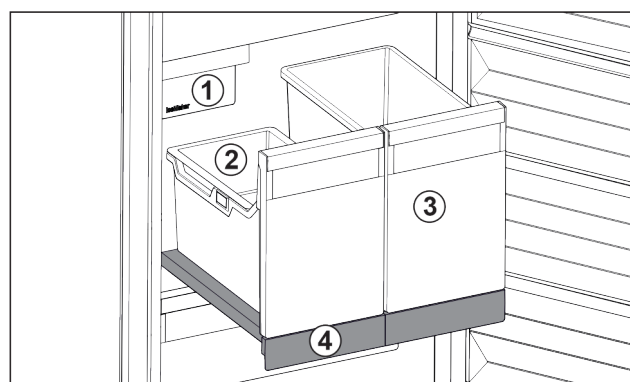

Fig. 99 Auszugsbord mit IceTower
Auf dem Auszugsbord sind zwei hohe Behälter (IceTower). Im Behälter Fig. 99 (2) werden Eiswürfel aus dem IceMaker gesammelt und gelagert. Behälter Fig. 99 (3) eignet sich für die Lagerung von hohen Lebensmitteln wie Pizzen oder alkoholischen Getränken.